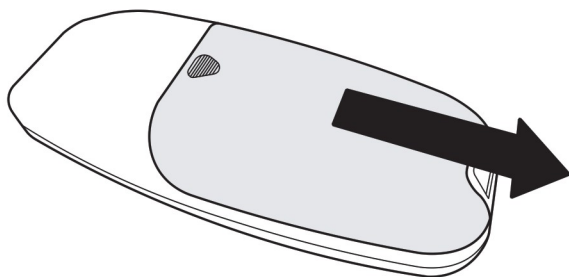

Fig. 15
Per finalizzare il set up elettrico, collegare il cavo dati (4) tra le relative porte (Fig.15.DAT) nelle centraline elettroniche (2). Assicurarsi che sia saldamente in posizione.